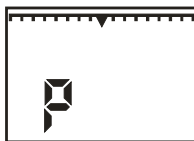

Рисунок 9.5
9.7 При разряде аккумуляторной батареи происходит сброс индикации измеряемой концентрации, на индикаторе отображается надпись " P ", 16 сегментная "линейка" чиста (рисунок 9.5), и включается прерывистый кратковременный звуковой сигнал. При дальнейшем разряде аккумуляторной батареи питание газоанализатора отключается автоматически.